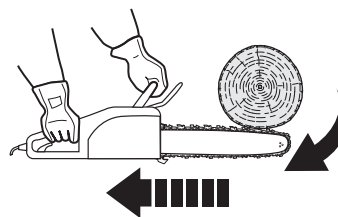

Fig.28
2. Si la chaîne [3] est pincée au niveau du bord supérieur du guide-chaîne (4), celui-ci peut être projeté brutalement vers l'arrière (Fig. 28).